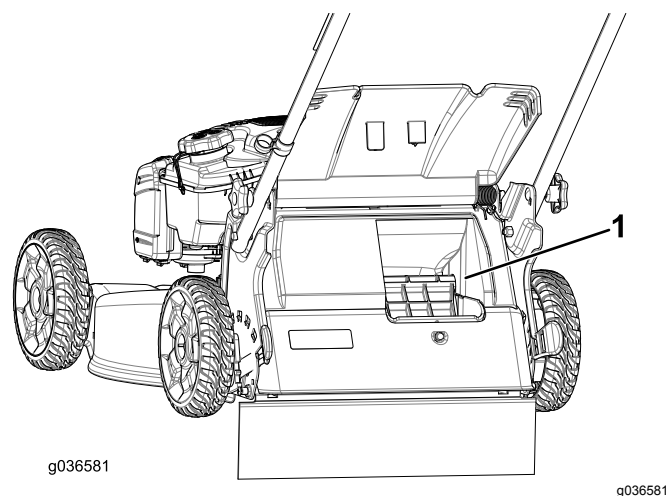

Figure 23
**Important:** Pour que le ramassage s'effectue correctement, coupez le moteur, attendez l'arrêt de toutes les pièces mobiles, puis enlevez les déchets d'herbe et autres qui se trouvent sur le volet de ramassage sur demande et l'ouverture (Figure 23) avant de changer la position du levier de ramassage sur demande.